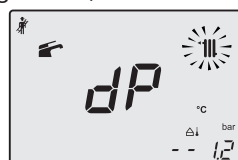

Figura 9.26
- Premendo ulteriormente il tasto 19 è possibile variare nuovamente la potenza in modalità spazzacamino: con visualizzazione sul display LCD delle lettere **dP** che si alternano con il valore di temperatura dell'acqua di riscaldamento (es. **60**), siamo in "funzione spazzacamino" alla potenza massima in sanitario" (Figura 9.26).